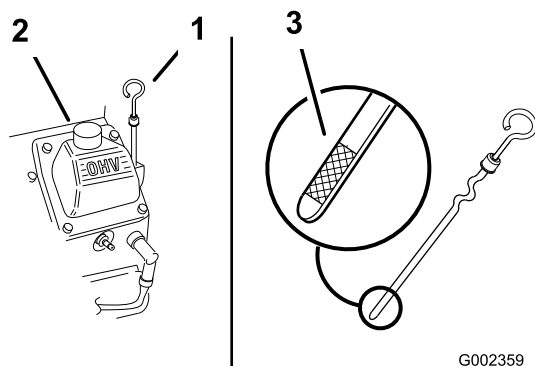

Figura 24
3. Limpie alrededor de la varilla de aceite (Figura 24) para impedir que caiga suciedad por el orificio de llenado y cause daños en el motor.
4. Desenrosque la varilla de aceite y limpie el extremo (Figura 24).
5. Deslice la varilla a fondo en el tubo de llenado, pero no la enrosque en el tubo (Figura 24).
6. Vierta lentamente un 80% aproximadamente de la cantidad especificada de aceite por el tubo de llenado (Figura 24).